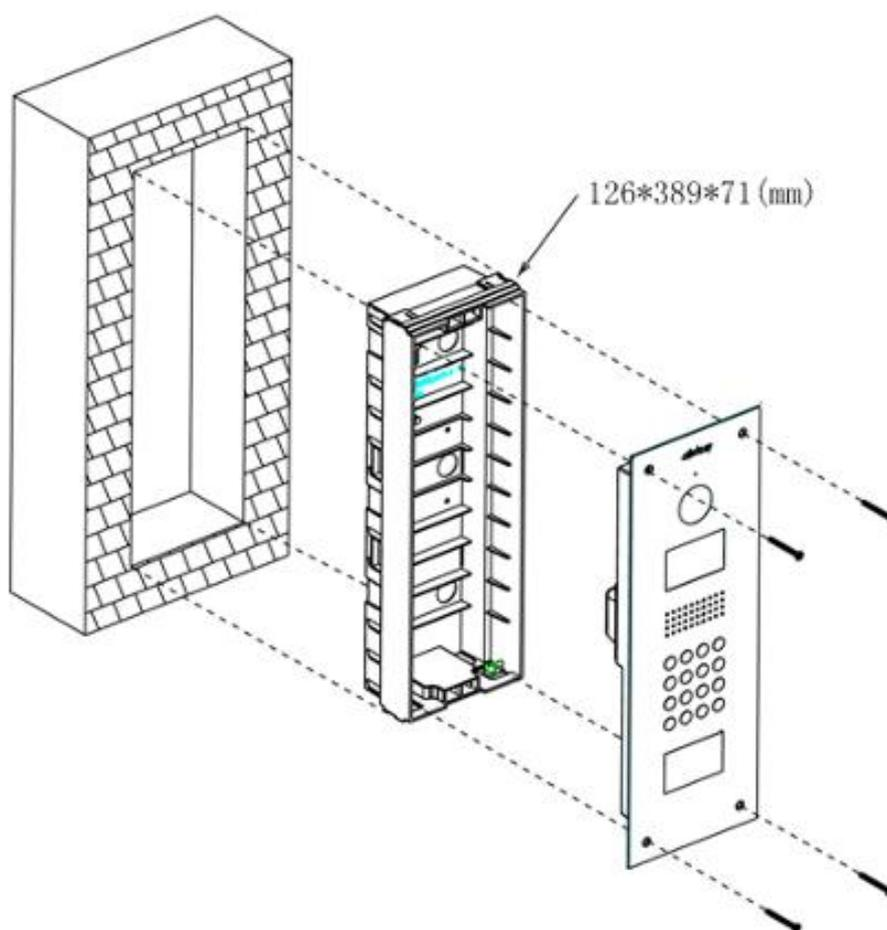

Figure 5-2
- b) Emboîter l'appareil dans le boîtier d'installation. Utilisez les 4 vis M4×40 pour fixer l'ensemble. Voir Figure 5-2.